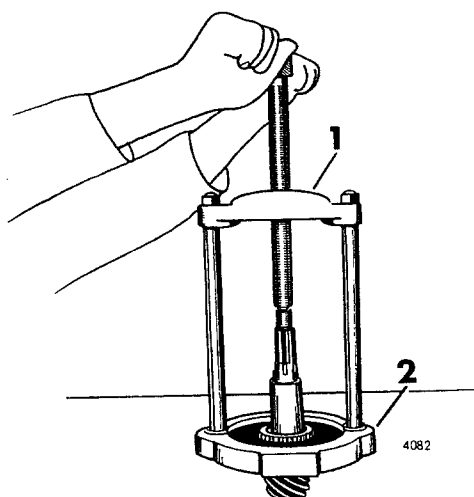

Fig 11-14. Demontering av inre pinjonglager
1. Dra av inre lagret, se fig 11-14.